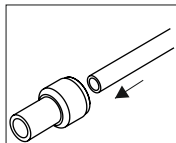

Abb. 4
- 1) Schieben Sie den Schlauch in den Schnellspanner (korrekt befestigter Schlauch vertieft sich 1,5 cm in den Schnellspanner) (Abb. 4).